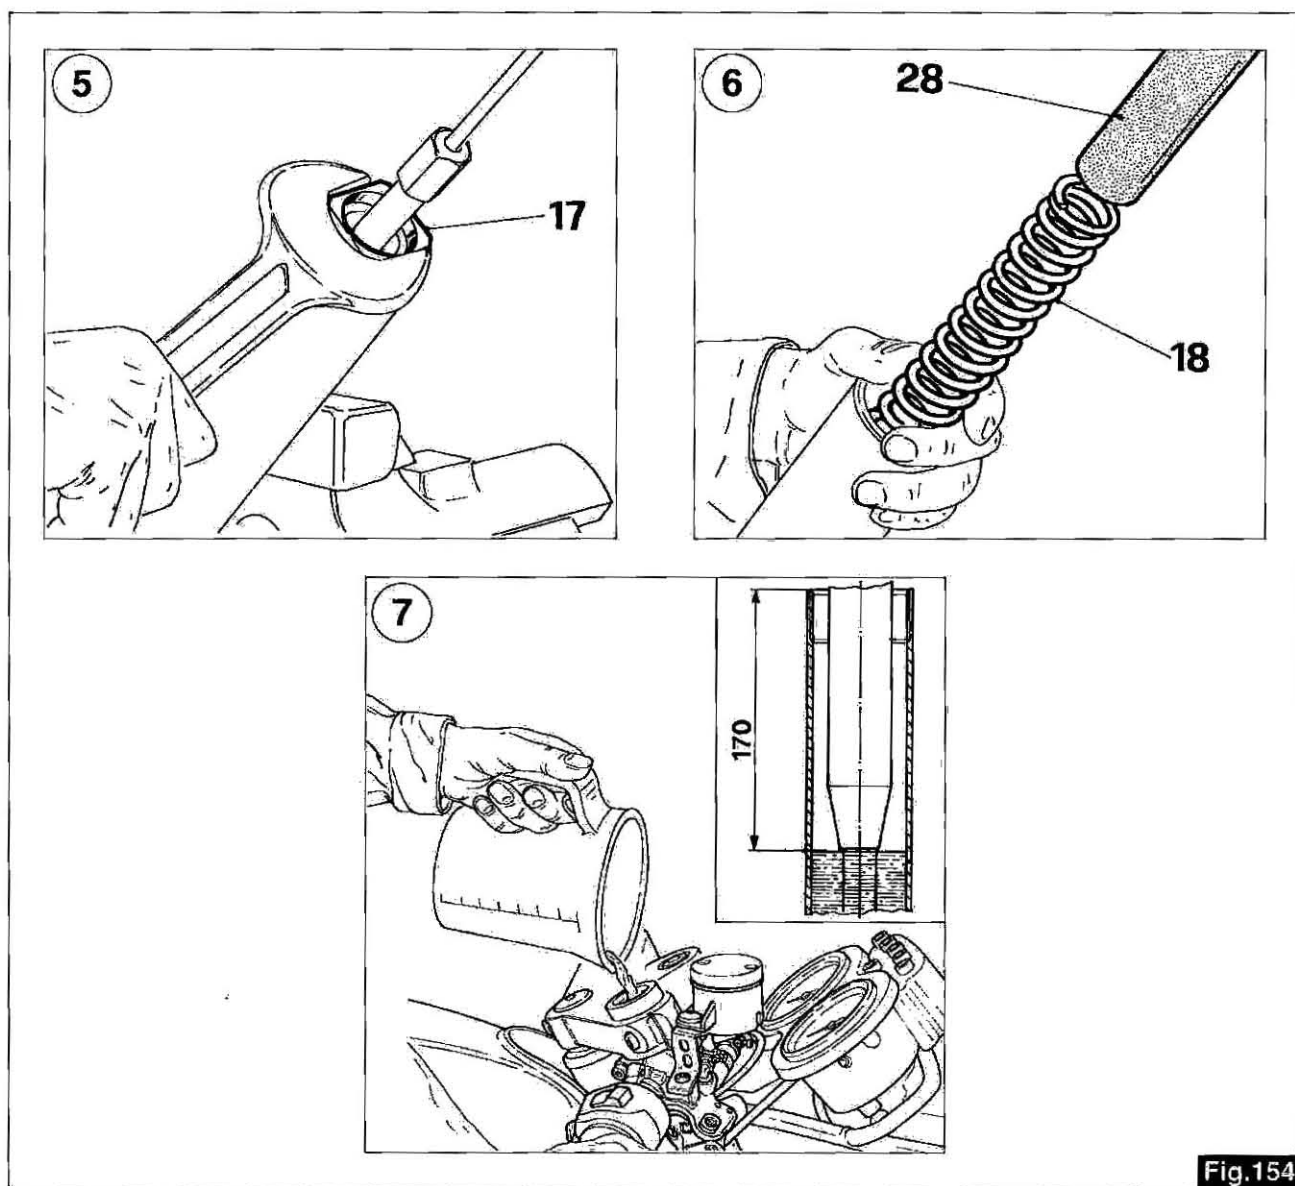

Fig.154
- 5) Con una chiave esagonale di 36 mm svitare il tappo (17) di chiusura superiore. Rimuovere detto tappo e l'attrezzo sopracitato dal tubo portante. Fare attenzione a non rovinare l'anello OR (04) nell'estrazione.
- 6) Sfilare dall'interno del tubo portante il tubetto di precarica (28), la molla (18) e lo scodellino guidamolla.
- 7) Portare i portasteli a fondo corsa e immettere olio (SAE 10) fino a raggiungere un volume d'aria di 170 mm (vedi sezione a fig.154).
- 5) By means of a 36 mm. wrench, unscrew the upper plug (17). Remove this plug and this tool from the stanchion tube. Pay attention not to damage the O-ring (04) when taking them out.
- 6) Slide out the pre-load tube (28), the spring (18) and the spring guide cap from inside the support pipe.
- 7) Make the sliders reach their end of stroke and pour oil (SAE 10) until a 170 mm air volume is reached (see section at fig.154).